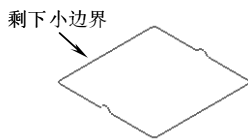

图 3-180 删除大边界
3) 重复步骤 2)，在边界 4 中选中大边界，单击 Delete 键删除，使其仅剩下小边界，如图 3-180 所示。